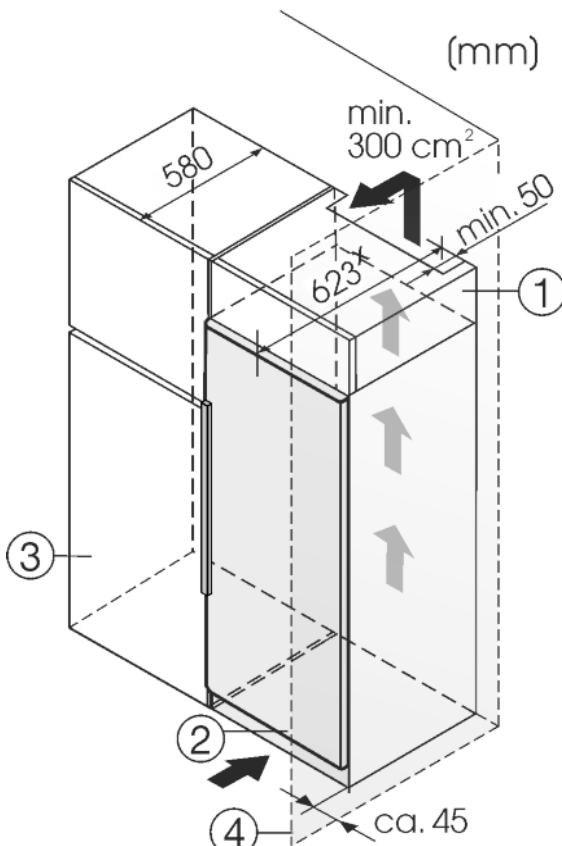

Fig. 9
Urządzenie może zostać obudowane szafkami kuchennymi. Aby dopasować urządzenie Fig. 9 (2) do wysokości ciągu szafek kuchennych, można nad urządzeniem umieścić szafkę nasadzaną Fig. 9 (1).
Jeżeli urządzenie będzie ustawiane z zawiasami do ściany Fig. 9 (4), to pomiędzy urządzeniem i ścianą należy zachować minimalny odstęp, wynoszący 40 mm. Na taką odległość wystaje klamka przy otwartych drzwiach.